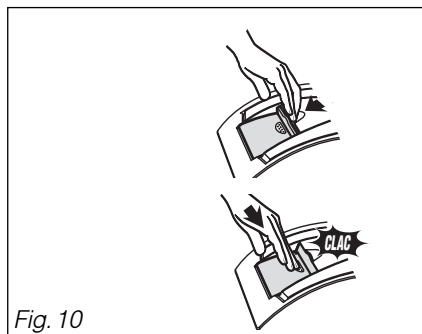

Fig. 10
- Ouvrez le portillon du tambour en tirant sur le volet de fermeture (Fig. 10).
- Refermez le portillon, rabattez le volet de fermeture en appuyant dessus jusqu'à ce qu'il soit parfaitement verrouillé (Fig. 10).